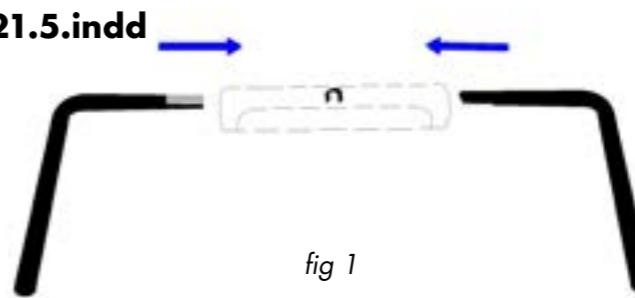

fig 1
Paso 2: introducir las 2 varillas en el mango de plástico (fig. 1)
Paso 3: introduce las varillas metálicas en las bocas del asa de elevación. Sus formas están hechas para encajar a la perfección: comprueba que están en la dirección correcta. Las partes perforadas de las varillas se introducen en la barbacoa (fig. 1).